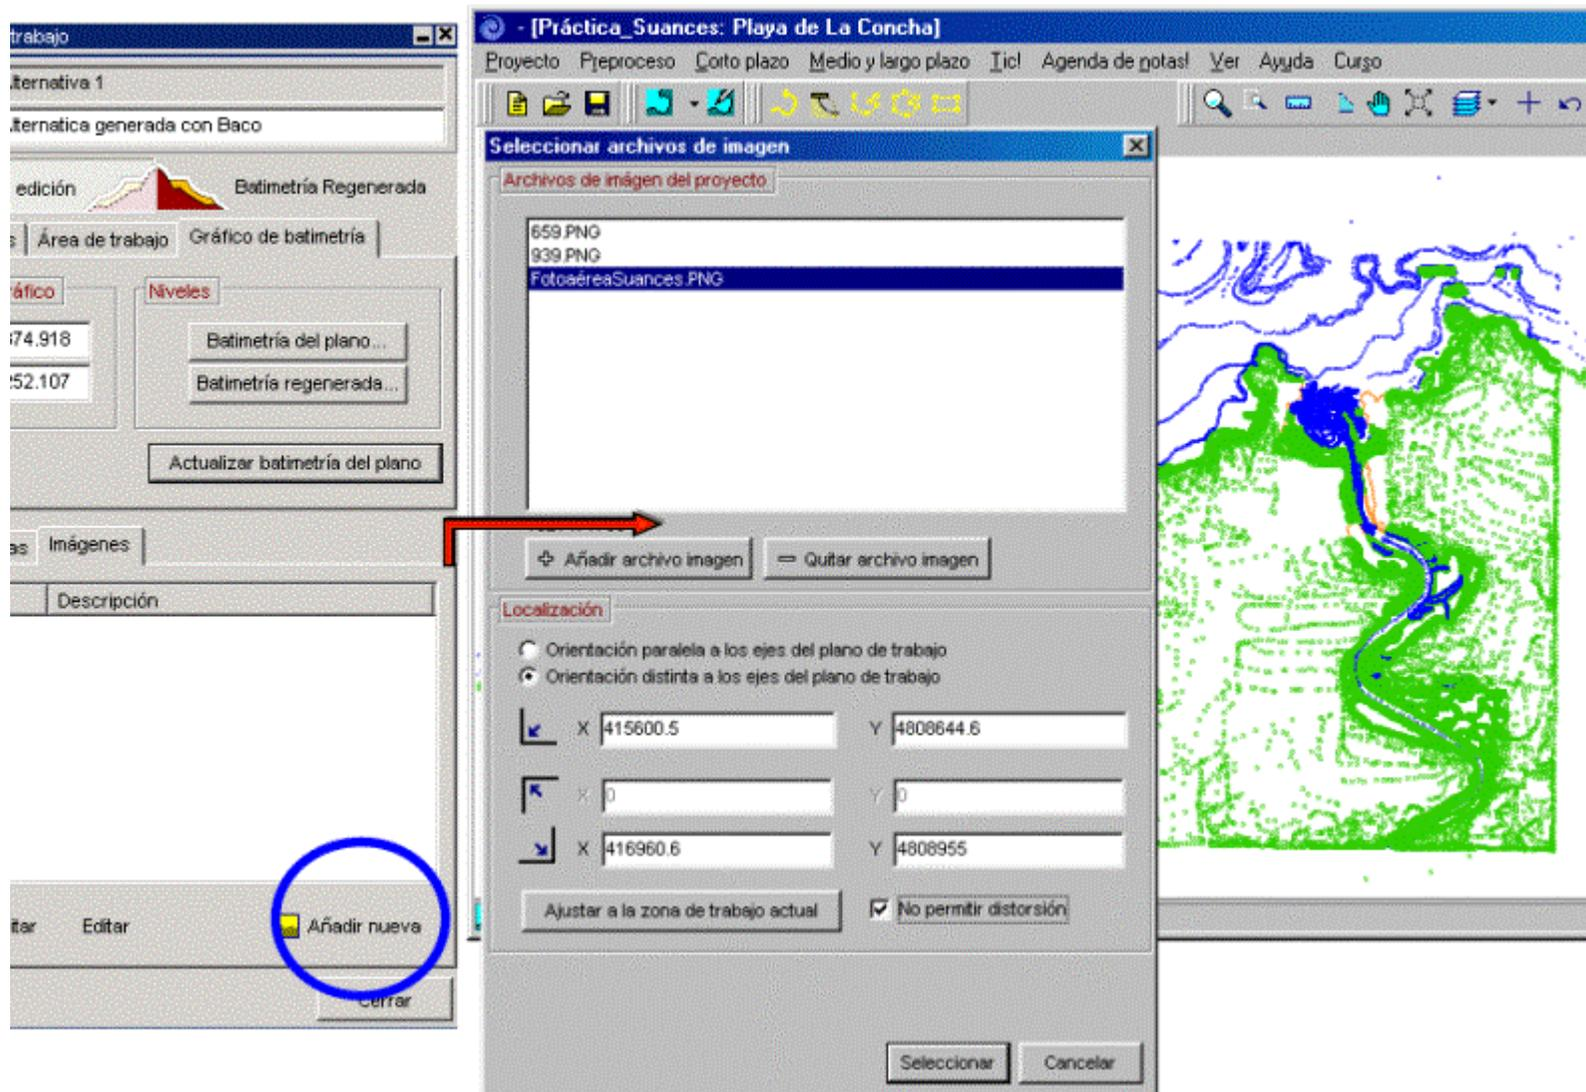

Figura 7.35
- En el apartado de localización de la imagen, seleccionar la opción de “Orientación distinta a los ejes del plano de trabajo” y mantener activada la opción de “No permitir distorsión”. Posteriormente, rellenar las coordenadas UTM de las dos esquinas inferiores de la imagen, introducir los valores que se presentan en la figura 7.35. Finalmente, pulsar el botón “Seleccionar”.